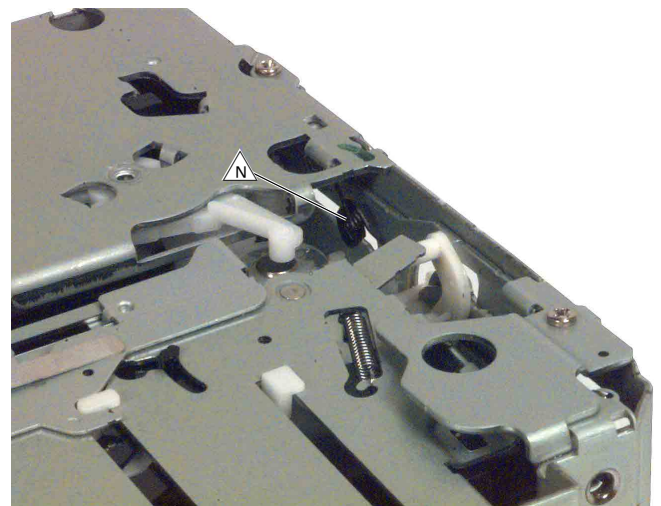

Fig. 3.4
- Feder \triangle_N (Fig. 3.4) aushängen.
- Unhook the spring \triangle_N (Fig. 3.4).